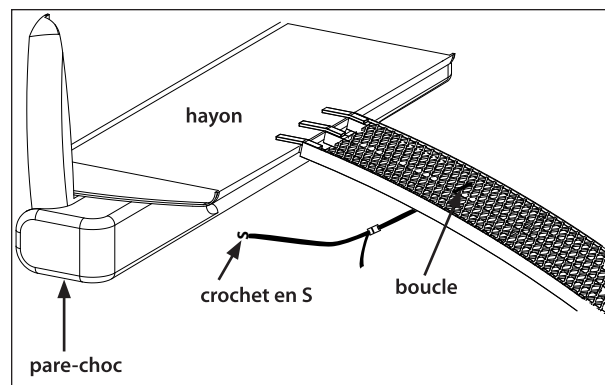

Figure 1
1. Attacher la sangle de fixation fournie au longeron du milieu, à 41 cm (16 po) environ du haut de la rampe. Passer le côté avec boucle de la sangle autour du longeron du milieu et enfiler le côté à crochet en S à travers la boucle. Ceci attache la sangle de façon permanente à la rampe. **VOIR FIGURE 1.**